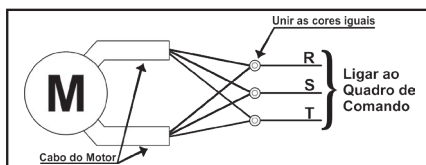

Figura 15b – Esquema de ligação motores trifásicos com 02 cabos chatos ou 06 cabos unipolares
- Quando a tensão for 380 V deve-se unir e isolar um dos cabos do motor. O outro cabo deve ser conectado a rede elétrica conforme figura 15b.